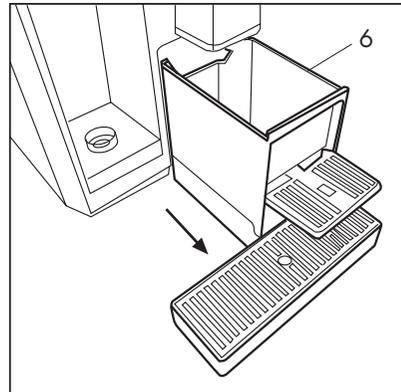
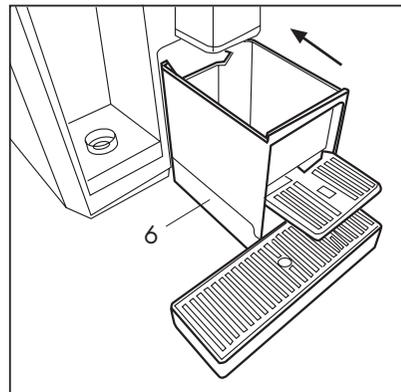

Fig. 16
Fig. 17
• Vider régulièrement le récipient de capsules vides pour éviter qu'elles ne se coincent. Extraire le récipient de capsules (6), le vider et le rincer (Fig. 16). Nettoyer le bac et la grille des résidus d'eau et de café. Après le nettoyage replacer le bac avec le porte-capsules (Fig. 17).